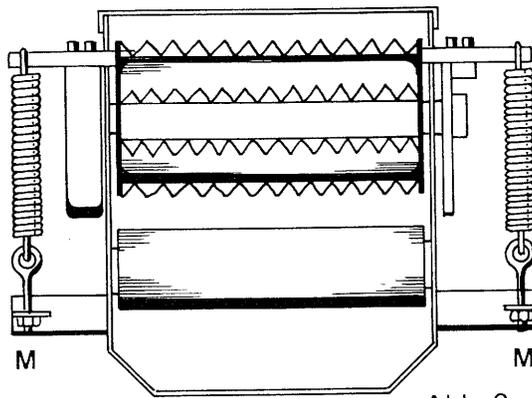

Abb. 9
- 8.1. Der Druck der oberen Vorpreßwalze kann je nach Trockenheitsgrad des Erntegutes über die Mutter "M" (Abb. 9) eingestellt werden.